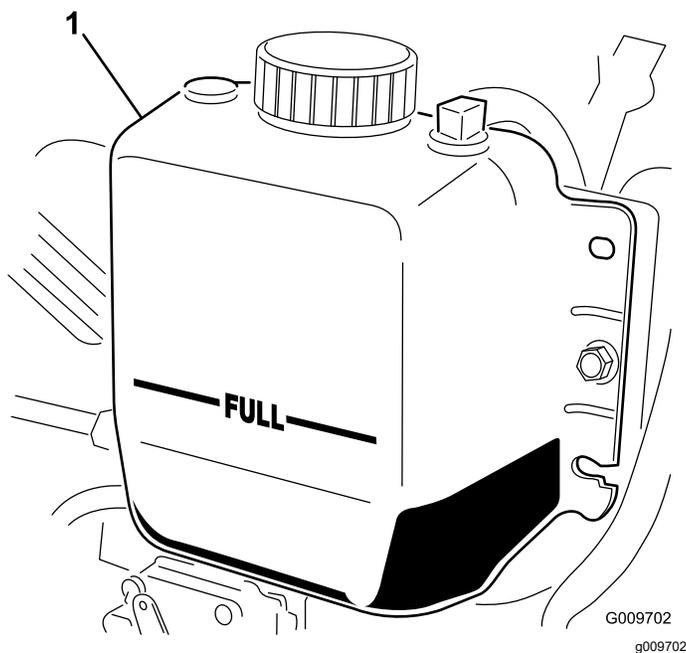

Figura 77
3. Verifique o nível do líquido de arrefecimento do radiador. O radiador deverá encontrar-se cheio de líquido até ao cimo do tubo de enchimento e o nível do líquido no depósito de expansão deverá atingir a marca CHEIO (Figura 77).